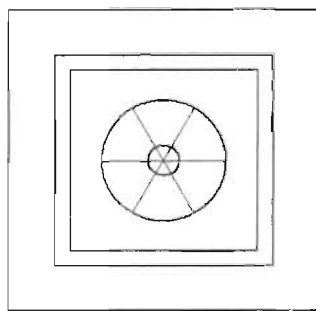

图 10-174
(5) 单击“修改”工具栏中的“环形阵列”按钮, 拾取圆形为阵列的中心点, 设置阵列数目为 3, 结果如图 10-174 所示, 命令执行过程如下。